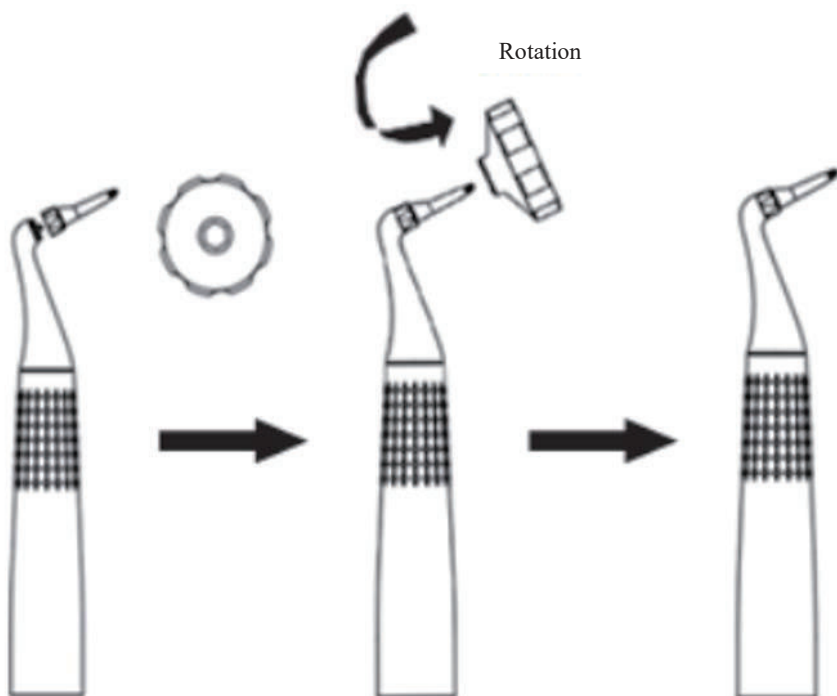

Figure 6 Verrouillage de la buse
2.3.5.2 Installer la buse avant utilisation, la retirer et l'assembler à l'extrémité de la tête sous - gingivale. Tourner d'abord l'écrou de la buse sur la tête, puis verrouiller la buse avec une clé, comme le montre la figure 6.